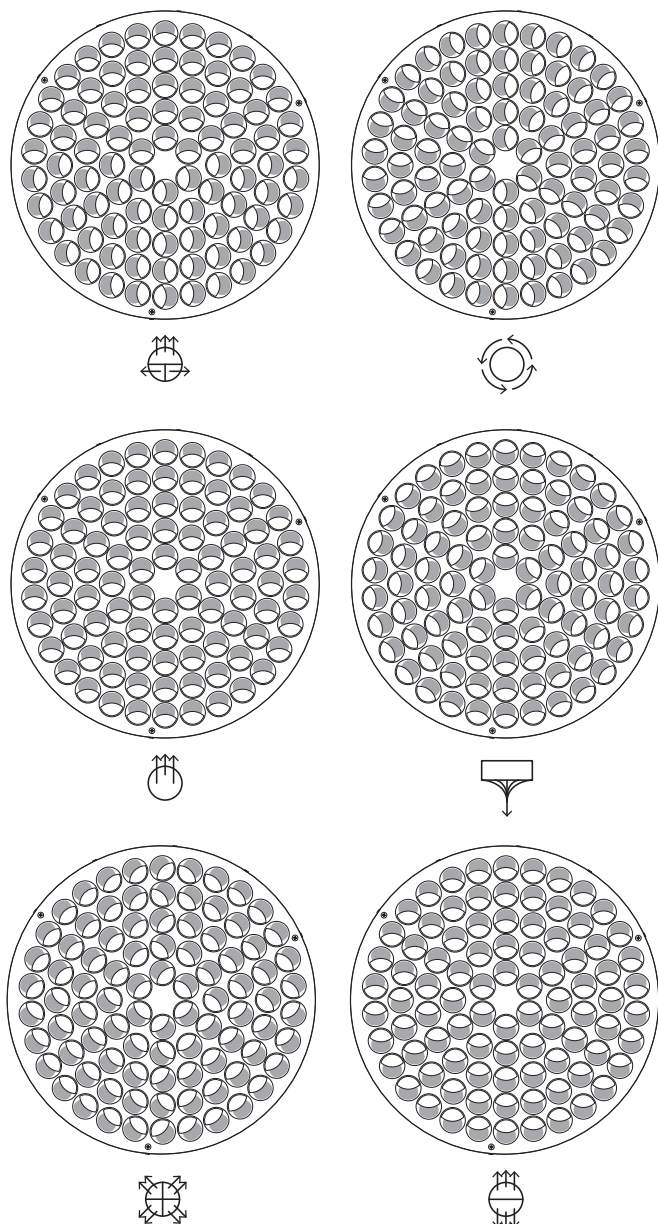

Bild 4. Exempel på dysinställningar för olika spridningsmönster.
- Genom att vrida dysorna kan ett stort antal spridningsalternativ åstadkommas och därigenom ändrad inblåsning. Se exempel i bild 4.